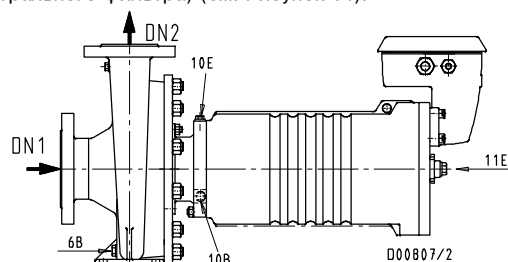

Рисунок 14 (без точек измерения температуры в камере ротора)
Насос должен быть охлажден до температуры окружающей среды. Для слива перекачиваемой жидкости используется соединение 6B при стандартном исполнении (внутренняя циркуляция) или дополнительно для опорожнения камеры ротора 10B при закрытом исполнении (охлаждение двигателя посредством питания от постороннего источника питания или частичный ток от магистрального фильтра) (см. Рисунок 14).
- Соединение 11E (G 1/2) см. Рисунок 14